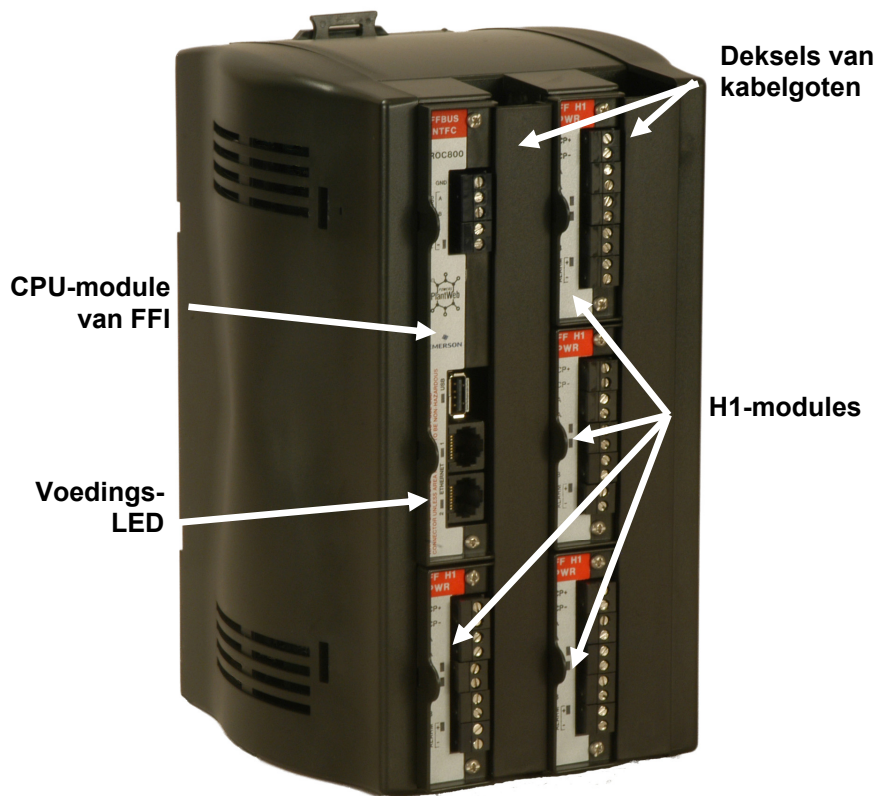

Afbeelding 12. Zekering van 6,3 A op CPU
Als de server niet functioneert, maar u denkt dat deze op de voeding is aangesloten en het LED-lampje AAN/UIT niet gaat branden, moet u mogelijk de zekering van 6,3 A op de CPU-module vervangen (zie *Afbeelding 12*).
7. Onderzoek de zekering (zie *Afbeelding 12*) en vervang deze indien nodig door een MSB 6,3A SB (Slo-Blo) zekering.